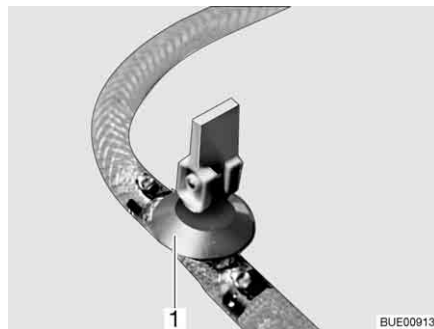

Fig. 179 Llave de desagüe
- Cerrar la(s) llave(s) de desagüe. Colocar para ello el balancín (Fig. 179,1) en posición horizontal.
- Abrir la(s) llave(s) de desagüe (Fig. 179). Colocar para ello el balancín (Fig. 179,1) en posición vertical. La caldera se vacía hacia fuera.